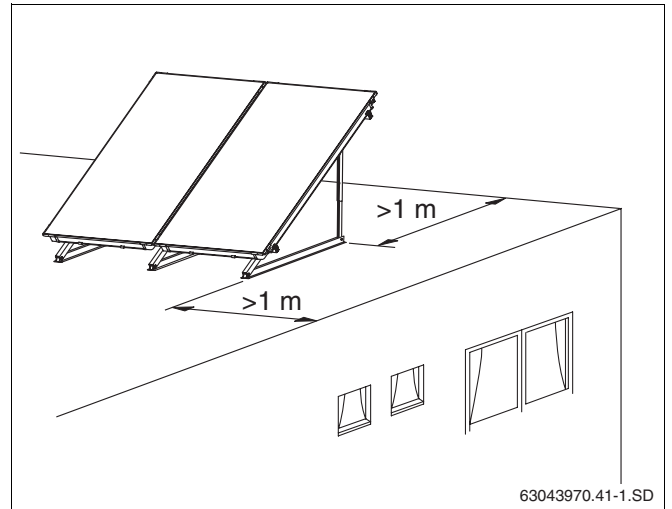

Fig. 15 Distancia del borde del tejado
- Prevea, antes del montaje, un espacio mín. de un metro entre los soportes y el borde del tejado plano (fig. 15).